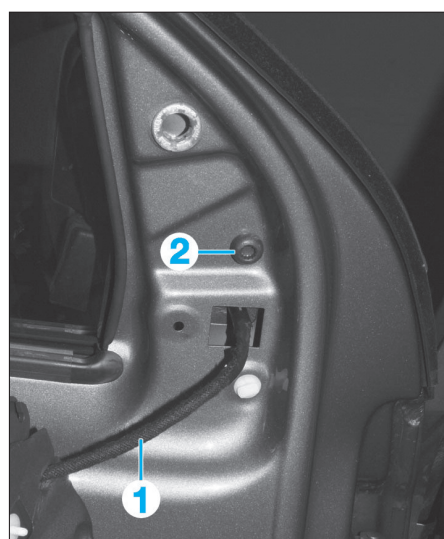

Fig. 60
- Débrancher le connecteur puis dégrafer le câble (1) de commande de rétroviseur (Fig.60).
- Déposer la vis (2) et retirer le rétroviseur.